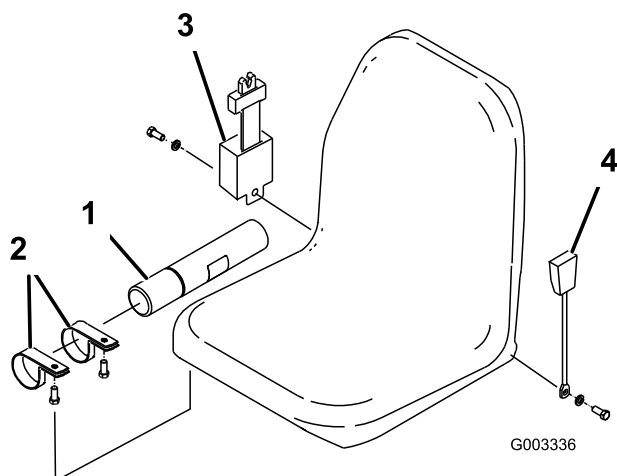

Figure 3
1. Montez le tube manuel sur la suspension du siège au moyen des 2 pinces en R fournies avec les pièces détachées (Figure 3).
2. Montez la ceinture de sécurité de chaque côté du siège avec un boulon et une rondelle-frein, fournis avec les pièces détachées (Figure 3). Le rétracteur de ceinture de sécurité doit être monté du côté droit du siège et la boucle de ceinture de sécurité du côté gauche.